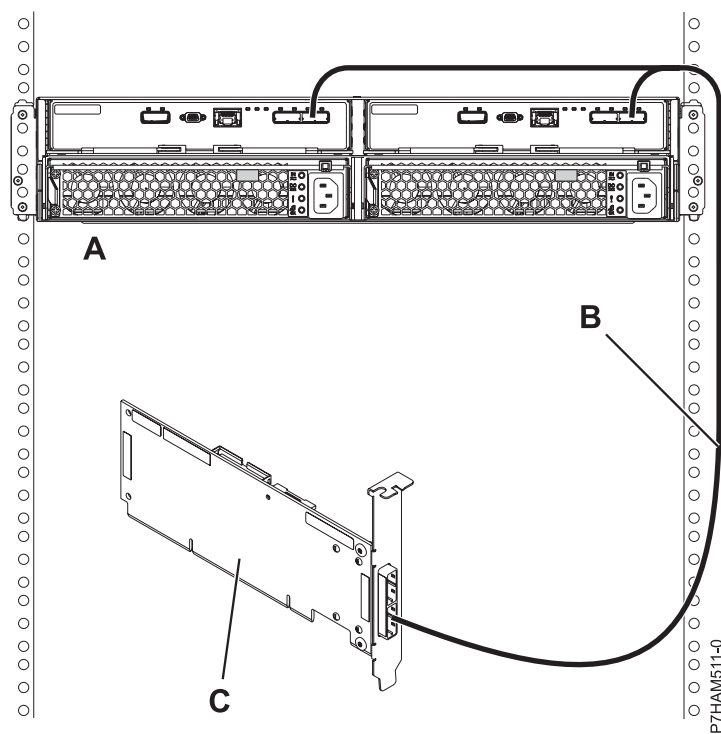

Figura 35. Connexió en mode 1 d'un allotjament d'unitats de disc 5887 utilitzant un cable YO a un únic adaptador SAS
9. Realitzeu la connexió en mode 1 d'un allotjament d'unitats de disc 5887 **(A)** utilitzant un cable YO **(B)** a un únic adaptador SAS **(C)**, tal com es mostra a la Figura 35 a la pàgina 79.